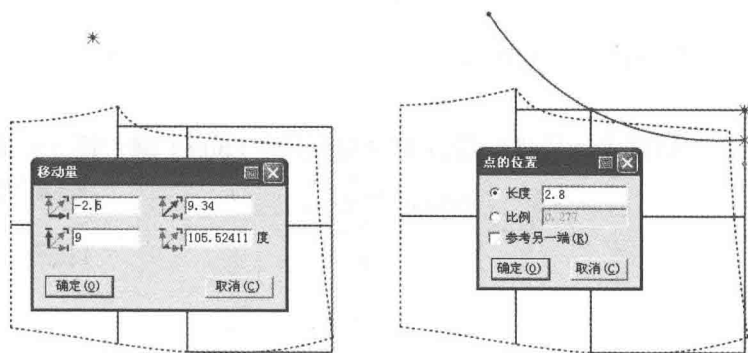

图 7-114 画后浪弧线步骤 1
(31) 选择  【智能笔】工具在横裆线后中交点处按【Enter】键,输入纵向偏移量 2.5cm (2.5cm 是落裆量); 横向偏移量 9cm (计算公式: $\frac{\text{腰围 } 90\text{cm}}{10}$)。继续用  【智能笔】工具经臀围线端点在腰围线 2.8cm 处相连 (图 7-114)。